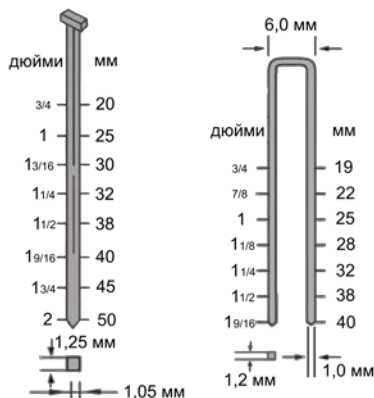

Рисунок 2
4.1 Тип і розміри скоб/цвяхів (дивіться рисунок 2)